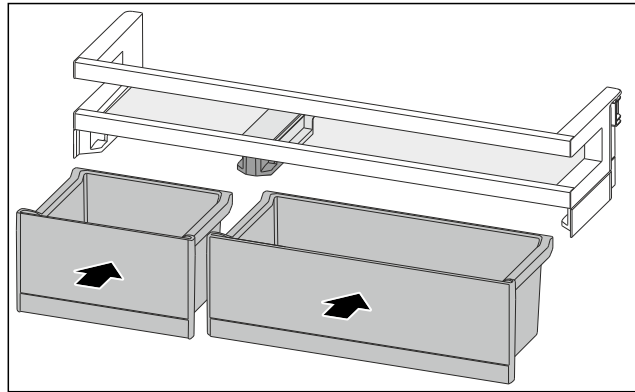

Fig. 190
- ▶ Aseta VarioBoxit käännettyssä järjestyksessä paikalleen. (katso Fig. 190)